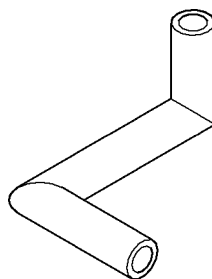

图 13-39 创建拉伸实体示例
- 5) 首先选择拉伸对象为圆，输入 P 后，选择拉伸路径为多段线，结果如图 13-39 所示。